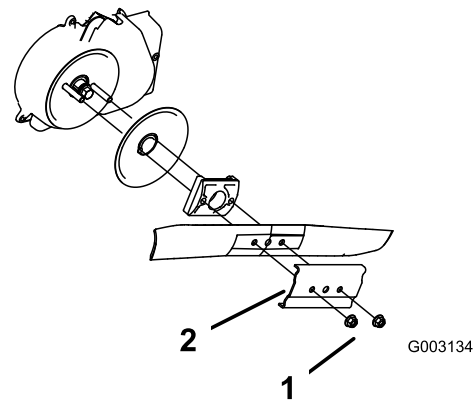

Figura 44
3. Retire las 2 tuercas de la cuchilla y el refuerzo (Figura 44).
1. Tuercas de la cuchilla (2)
4. Retire la cuchilla (Figura 44).
5. Instale la cuchilla nueva (Figura 44).